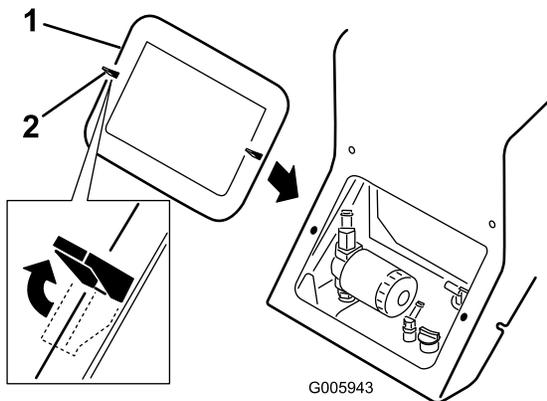

Рисунок 25
3. Освободите две крепежные лапки (Рисунок 25 показан верхний левый лепесток).